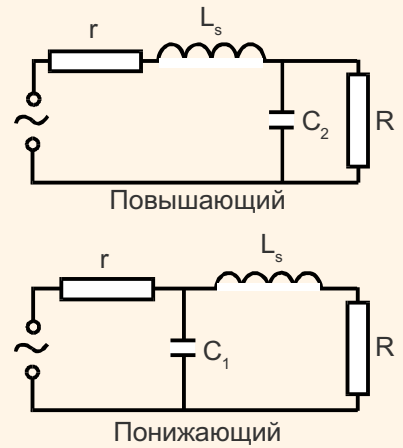

Рис. 7. Два возможных упрощенных эквивалента для ориентировочного расчета точки ВЧ перегиба — для повышающего или понижающего трансформаторов соответственно.
Мы доберемся до поведения трансформатора на ВЧ позднее, а сейчас индуктивность рассеяния приводит к спаду в 3 дБ, когда общее индуктивное сопротивление равняется последовательной сумме r и R , а не параллельной. Индуктивность первички уже не имеет никакого значения, так что мы убираем ее из схемы (рис. 7). С 2 кОм-ным источником индуктивность рассеяния будет производить спад на 3 дБ, когда ее индуктивное сопротивление составит 10 кОм.
** Из формулы, определяющей полюс интегрирующего звена (см. рис. 7) $f = \frac{1}{2\pi RC_1}$; при одинаковом в обоих случаях C_1 , сопротивление R в первом случае равно 1,6 кОм, во втором случае — 7,4 кОм. Таким образом $7,4 : 1,6 = 4,625$. Во столько раз сузится полоса.